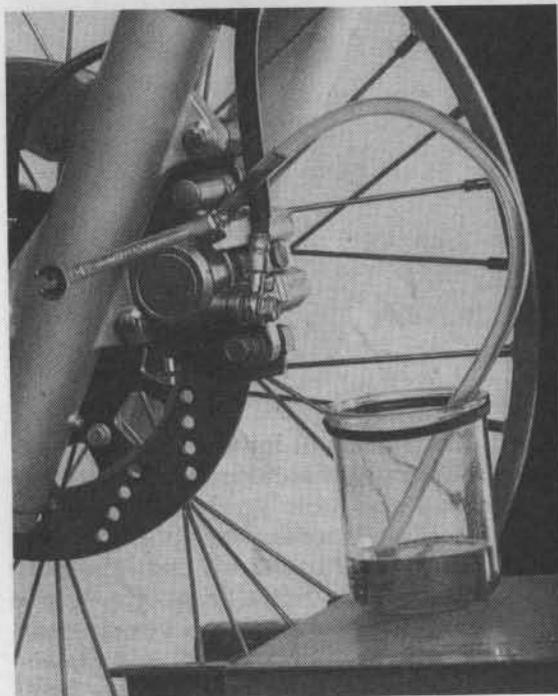

Bild 35
- Dazu Deckel des Bremsflüssigkeitsbehälters samt Membran entfernen und passenden, durchsichtigen Schlauch über das Entlüftungsventil am Bremszylinder stülpen, der in Auffanggefäß endet (Bild 35).